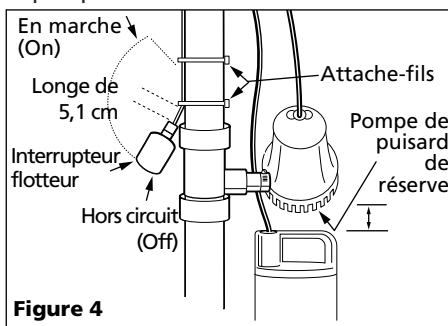

Figure 4
- L'interrupteur flotteur de la pompe de réserve doit être monté et fixé avec les attaches fournies afin d'éviter l'actionnement avant que l'arrivée de la pompe soit sous l'eau (voir Figure 4). S'assurer que les fils d'alimentation ne causent pas d'interférence avec l'interrupteur flotteur ou l'arrivée de la pompe.